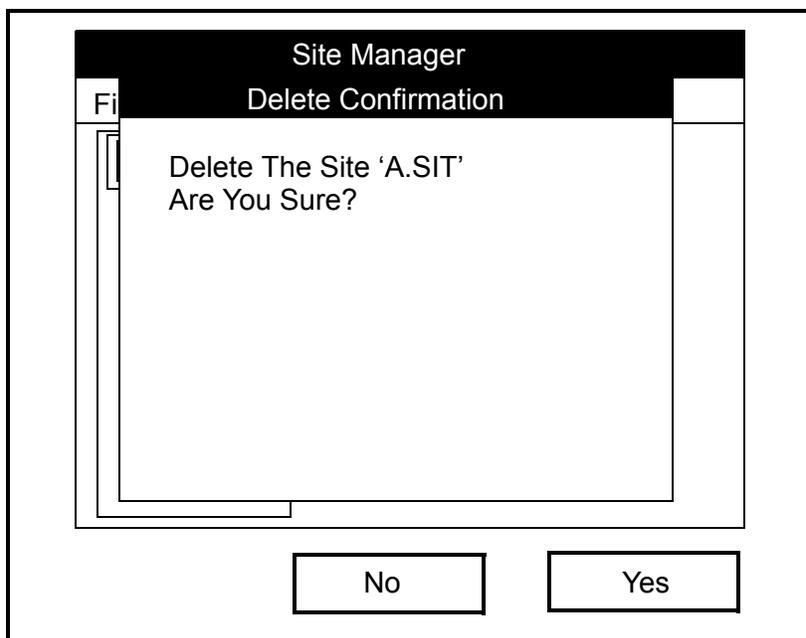

Рис. 4-10. Окно подтверждения удаления
- С помощью прокрутки выберите пункт меню *Delete* (Удалить) и нажмите [ENTER] (ВВОД). Появится окно, подобное показанному на рис. 4-10 ниже.